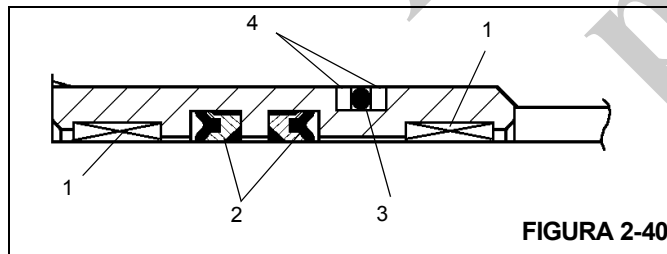

FIGURA 2-40
- Instale o anel de vedação e os anéis de encosto na parte externa do retentor de vedação e as vedações da haste em Z altas e anéis de desgaste na parte interna do retentor de vedação Figura 2-40.